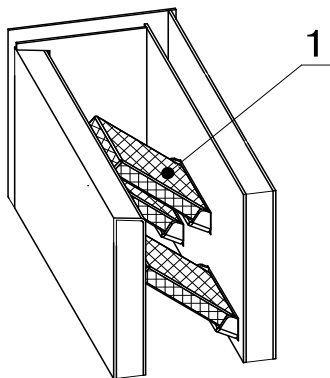

Рис.2 Схема установки шамотных кирпичей
5.2. Установка шамотных кирпичей показана на Рис. 2 поз.1: